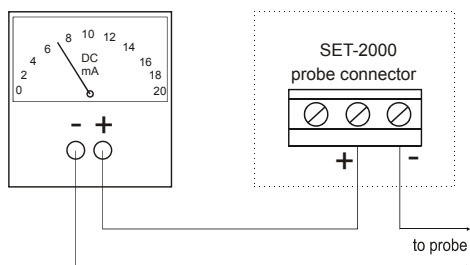

Fig. 5. Måling af sondestrøm
- 3.3 Tilslut mA-måler, som vist i Fig. 5.